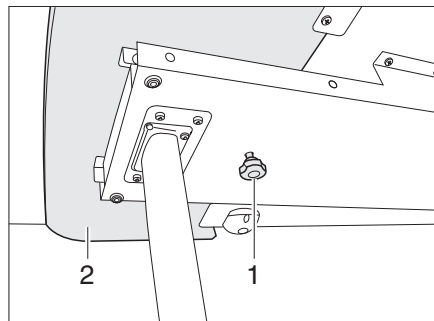
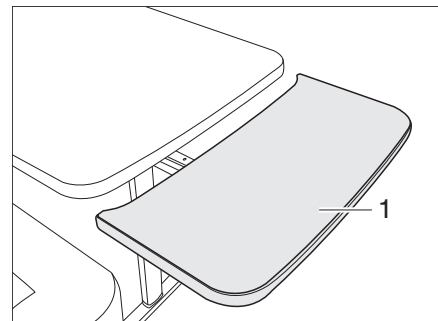

Bild 101 Verriegelung der Tischplattenverlängerung
Bild 102 Tischplattenverlängerung
- Rändelschraube (Bild 101,1) lösen.
- Tischplattenverlängerung (Bild 101,2) bis zum Anschlag herausziehen (Bild 102).
- Tischplattenverlängerung (Bild 102,1) in einem Bogen nach oben führen. Die Tischplattenverlängerung liegt bündig an der Tischplatte an.
- Tischplattenverlängerung (Bild 102,1) bis zum Anschlag von der Tischplatte wegziehen und gegen den Widerstand der Haltefedern nach unten drücken. Die Tischplattenverlängerung fährt in einem Bogen nach unten (Bild 102).
- Rändelschraube (Bild 101,1) festziehen.